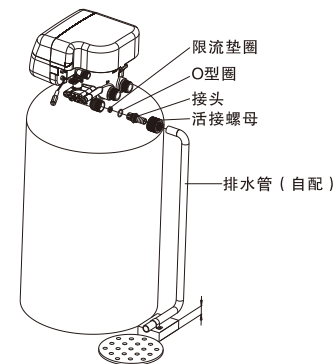

图8
- a、如图8所示，将排水限流垫圈放入排水接头内；
- e、将排水软管如图8所示固定好；
●绝对不能把排水管与下水道相连，须在二者之间留有一定的空隙（如图8），以防污水被虹吸到水处理器中。